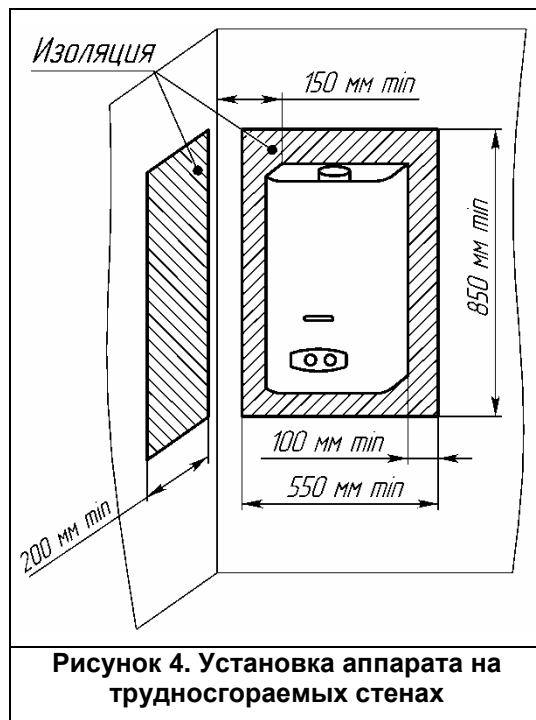

Рисунок 4. Установка аппарата на трудногорючих стенах
2.3.6 Допускается установка аппарата на трудногорючих стенах при условии изоляции стены оцинкованным листом толщиной 0,8...1 мм по листу базальтового теплоизоляционного картона БТК толщиной 3...5 мм. Изоляция должна выступать за габариты корпуса аппарата не менее чем на 100 мм с каждой стороны (рис. 4).
2.3.7 Расстояние от боковых поверхностей аппарата до трудновоспламеняемых стен без применения теплоизоляции должно быть не менее 250 мм. При уменьшении указанного расстояния до 150 мм, необходимо установить теплоизоляцию (рис. 4).
- расстояние от боковой поверхности аппарата до боковой стены не менее 150 мм (рис. 4);